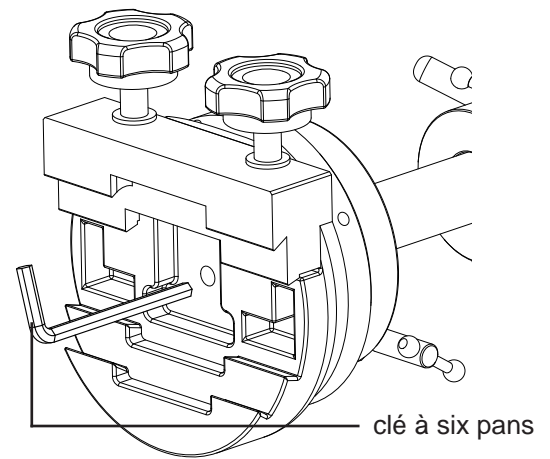

Fig. 2.5b
3. Utilisez une clé à six pans de 5mm pour serrer la vis centrale de la queue d'aronde femelle sur la barre de contrepoids (Fig 2.5b). Serrez aussi la vis à tête à six pans creux située sur la collerette chromée avec la même clé.